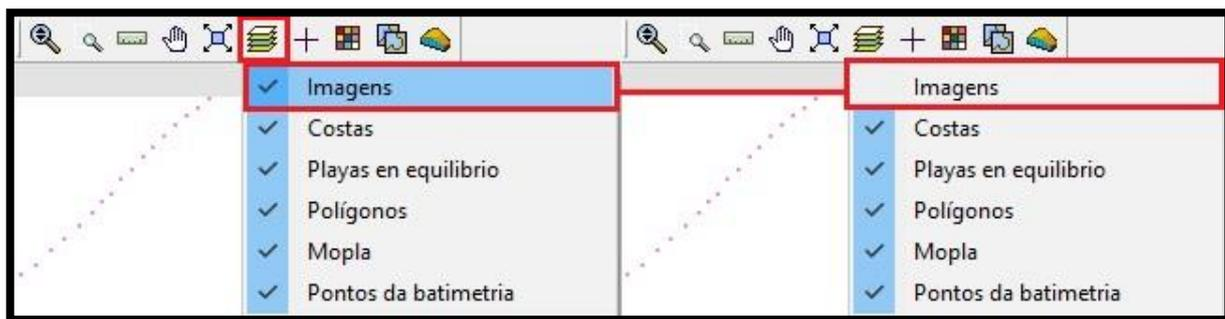

Figura 11 – Opções para ativar/desativar as camadas. Desativação da imagem referenciada.
- 42) Momentaneamente, desativar a foto referenciada obtendo melhor visualização das áreas onde será modificada a batimetria. Para isso, na barra de ferramentas selecionar “Mostra/Ocultas camadas” (). Esta ferramenta mostra/oculta as camadas quando se ativa/desativa as abas selecionadas, eliminando da interface gráfica todas informações contidas nessa aba referentes ao projeto, sem que haja, contudo, a perda dessas informações. Na Figura 11 são encontradas opções de ativação/desativação das camadas;
- 43) Clicar em “Imagens” para desativar a imagem referenciada (Figura 11) que desaparecerá da interface gráfica;